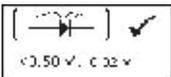

Fig.53
15. Il timer mostrato sul display (Fig.52) andrà da 10 sec a 0 sec. Non appena raggiunto gli zero secondi, il risultato del test verrà visualizzato come da esempio in Fig.53 sotto.